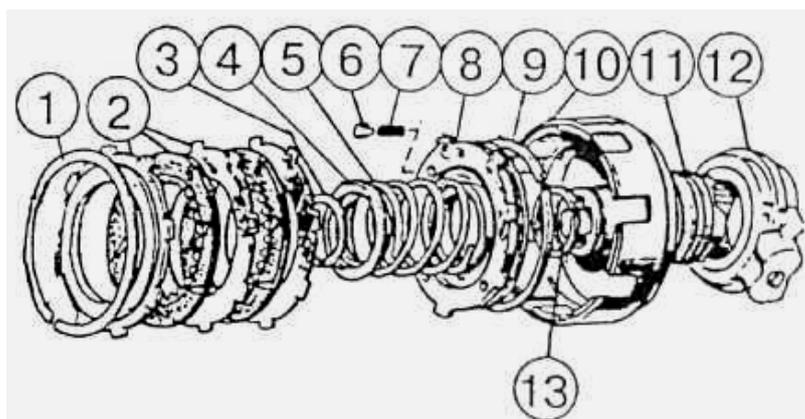

Рисунок 5.59
4.12) снимите стопорное кольцо (1), (рисунок 5.59), и выньте из барабана (10) пакет, фрикционных дисков (9), направляющие (6) и пружины (7);